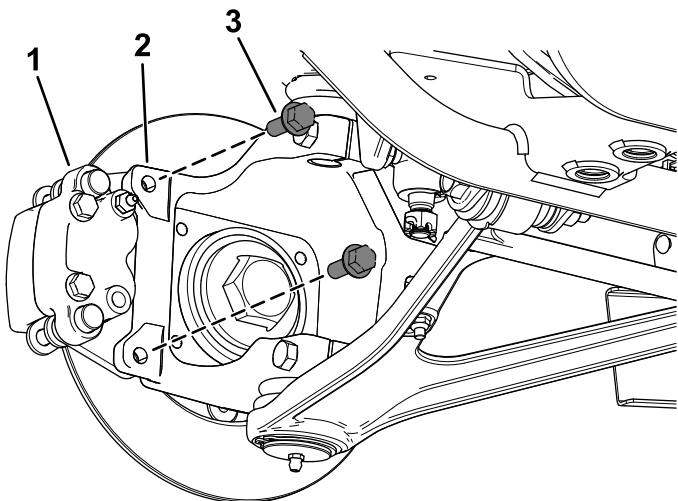

図 9
5. ステアリングナックルに新しいブレーキキャリパーセンブリを取り付ける保存していたフランジヘッドボルト3/8 x 1インチ2本で図9のように取り付ける。